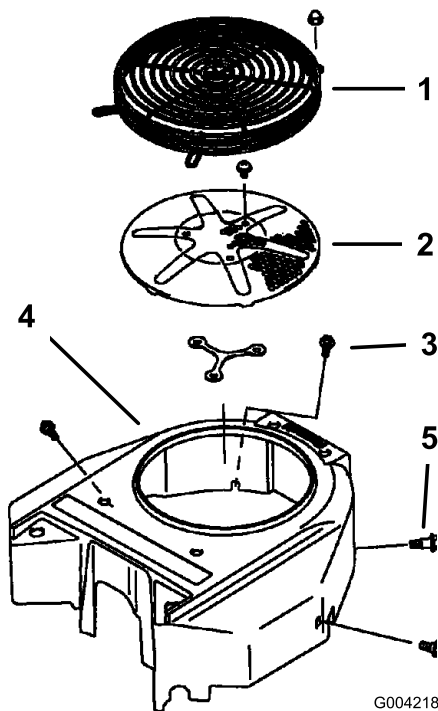

Figura 83
3. Monte o filtro de entrada de ar, o arrancador manual com cordão e caixa da ventoinha (Figura 83).
5. Monte o filtro de entrada de ar, o arrancador manual com cordão e caixa da ventoinha (Figura 83).